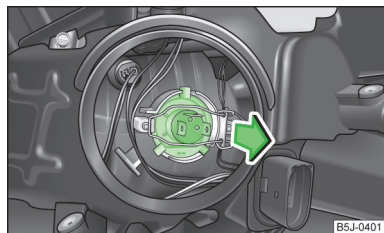

Fig. 162
- Svitare il connettore della lampadina, sbloccare l'asticella e quindi estrarre la lampadina in direzione della freccia » fig. 162.